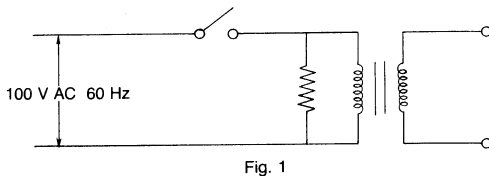

Fig. 1
- Circuit: Fig. 1
- Surge wave: Fig. 1